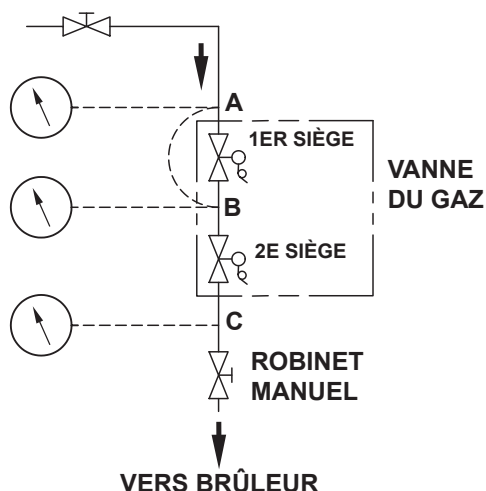

Figure 82. Essai d'étanchéité
Le point de test C est un point de purge située en aval de la vanne de gaz et en amont du robinet d'arrêt manuel. Voir **Figure 82**.
- a. Fermez le robinet d'arrêt manuel située en aval de la vanne de gaz. Voir **Figure 82**. Mettez la chaudière sous tension.